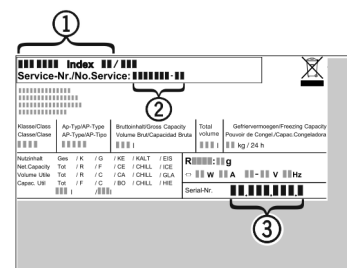

Fig. 8
- ▶ Označení přístroje *Fig. 8 (1)*, servisní číslo *Fig. 8 (2)* a sériové číslo *Fig. 8 (3)* naleznete na typovém štítku. Identifikační typový štítek je umístěn na levé vnitřní stěně přístroje.
- ▶ Informujte zákaznický servis a sdělte poruchu, označení přístroje *Fig. 8 (1)*, servisní číslo *Fig. 8 (2)* a sériové číslo *Fig. 8 (3)*.